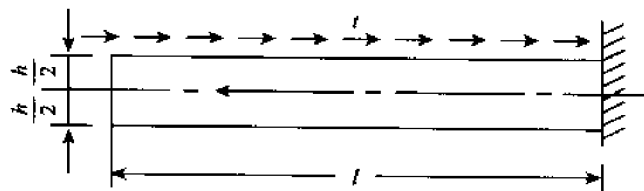

图 4-24
4. 如图 4-24 所示,悬臂梁上表面受切向力 t 作用(单位为 N/m),已知 t, h, l ,试分别做出此梁的轴力、剪力和弯矩图。